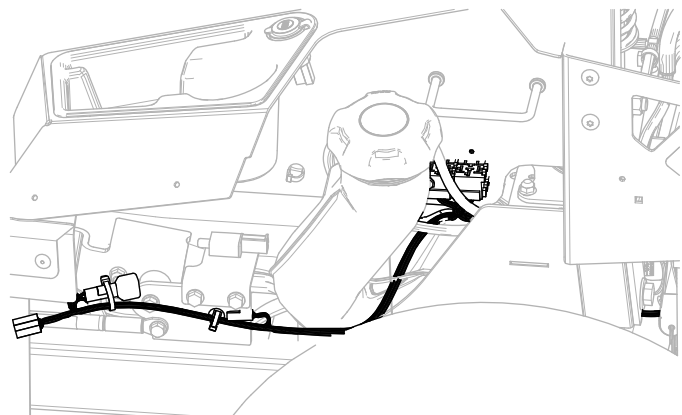

図 12
2. ワイヤハーネス 図 12 を、フレームの左側に沿って、ステップ 1 で取り付けた押し込みファスタを通して配設する。